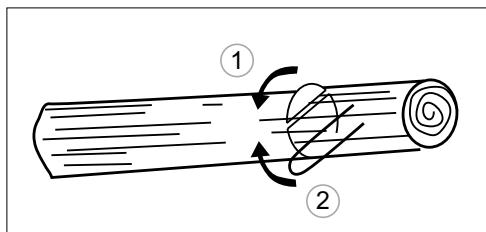

Fig. 22
3. Nel caso in cui il tronco sia sostenuto dai supporti ad entrambe le estremità, tagliare prima il 1/3 superiore del diametro dello stesso per evitare la spaccatura. Poi finire il taglio in basso in modo che coincida con il primo taglio, evitando di incastrarsi (fig. 22).